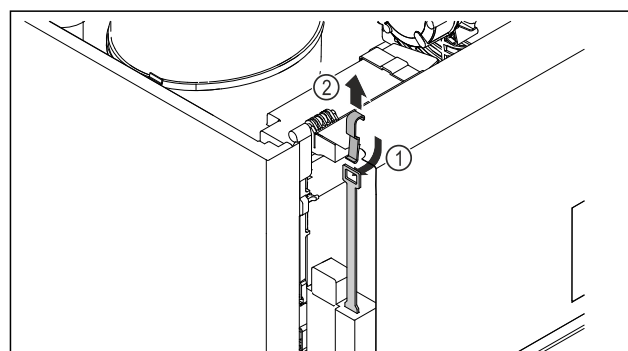

Fig. 207
- Introduzca la llave de desbloqueo de emergencia Fig. 207 (1) desde arriba, engánchela a la cerradura y tire de ella hacia arriba Fig. 207 (2).